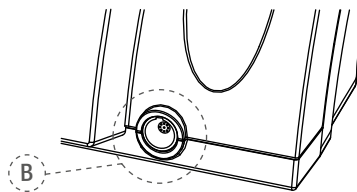

Рис. 3 Металлическое гнездо
3. Поместить штекер микромотора в металлическое гнездо с 9 контактами (В - см. рис. 3) на передней панели прибора.